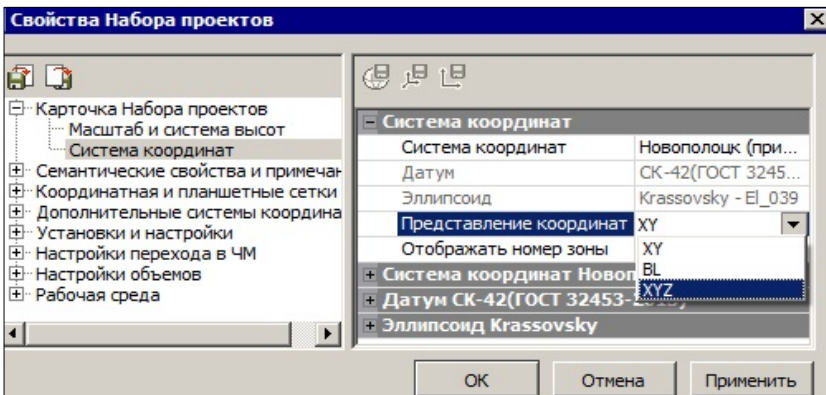

Рис. 6.13
В группе **Система координат** отображаются параметры системы координат, датума и эллипсоида (рис. 6.13).
Для СК с заданной проекцией можно выбрать вариант представления координат (рис. 6.13):
- XY – представление системы координат НП в виде прямоугольных координат. Для отображения номера зоны в параметрах необходимо установить соответствующий флажок (рис. 6.13).
Затем измененную СК можно выбрать в диалоге СНП – по кнопке  в строке **Система координат** (рис. 6.13).